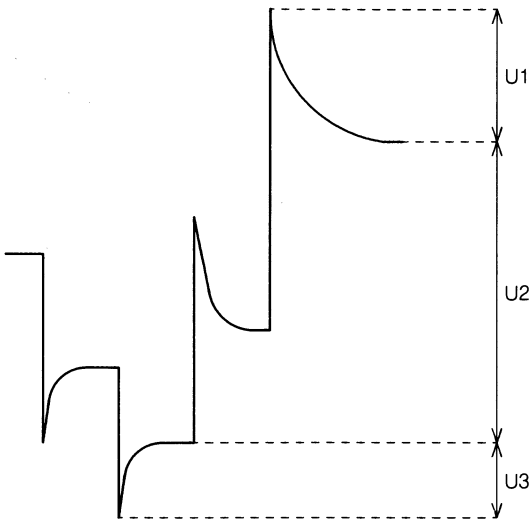

Bild 1
- Widerstand 3316 so einstellen, dass $U1/U2 = 0,85 \pm 0,03$ (siehe Bild 1).
- Widerstand 3327 so einstellen, dass $U3/U2 = 0,5 \pm 0,03$ (siehe Bild 1).